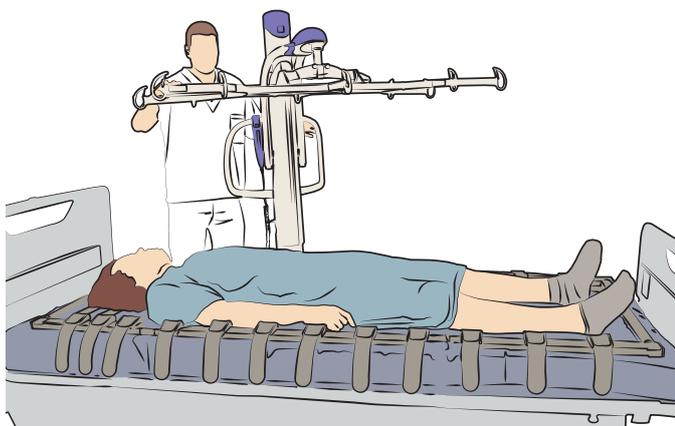

Fig. 23
3. Alzare la barra di sollevamento. Spostare il sollevatore carrellato lontano dal paziente. Vedere fig. 23.